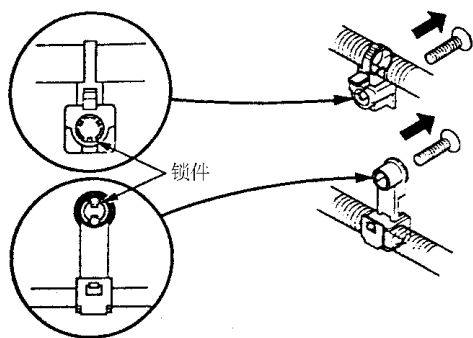

图 1-28 拆卸线束夹
2) 小心卸下线夹，如图 1-28 所示，不要损坏它的锁件。